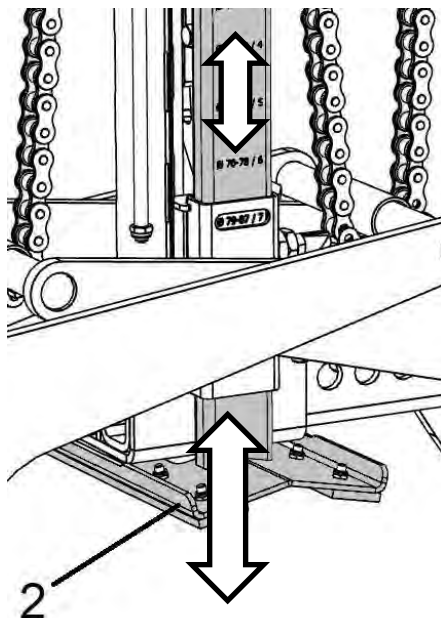

Fig. 1.1
2. Tirer le verrou à ressort (1) vers le haut et le tourner de 180°, tout en maintenant le support (2) avec l'autre main afin d'éviter toute chute accidentelle. → **DANGER D'ACCIDENT !**
3. Déplacer le support réglable en hauteur (2) (fig. 1.1) jusqu'à ce que la profondeur d'immersion correcte soit réglée (voir fenêtre de visualisation → fig. 1.1).